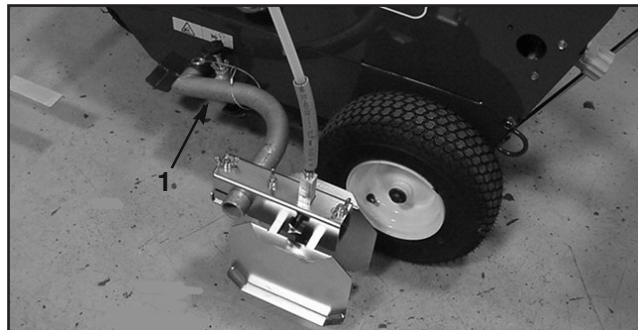

図6
1. スプレー・ブームを取り付けチューブに取り付け、ピンで固定する (図6)。スプレー・ブームは、機体の左右どちらの側にでも取り付けることができ、また、前後に回転させることができます。